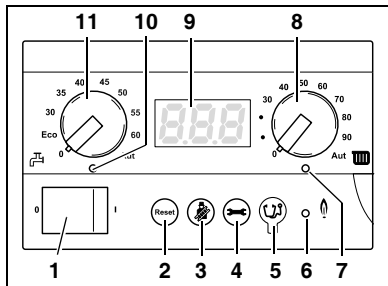

Bild 8 Grundkontroll BC10
Med vridknappen för börvärde varmvatten (bild 8, pos. 11) anges önskad varmvattentemperatur i varmvattenberedaren. Enheten är °C.
Lysdioden för "varmvattenberedning" (bild 8, pos. 10) lyser när ett varmvattnet kräver värme och slocknar när värmekravet inte längre föreligger.